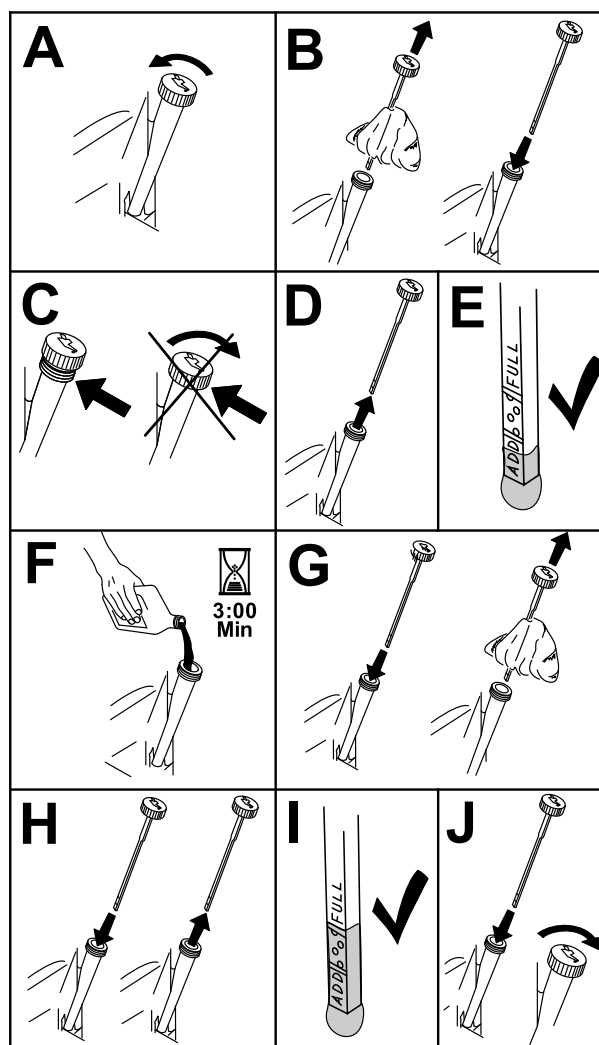

Figure 23
3. Pour éviter de faire tomber de l'herbe, de la poussière, etc. dans le moteur, nettoyez la surface autour du bouchon de remplissage et de la jauge de niveau avant de l'enlever (Figure 23).